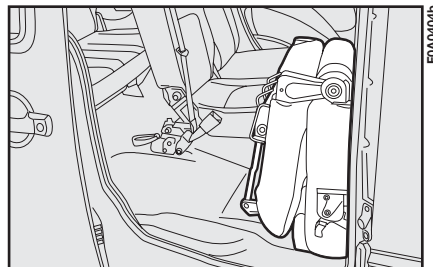

fig. 59c
- raise the whole cushion **fig. 59c**.